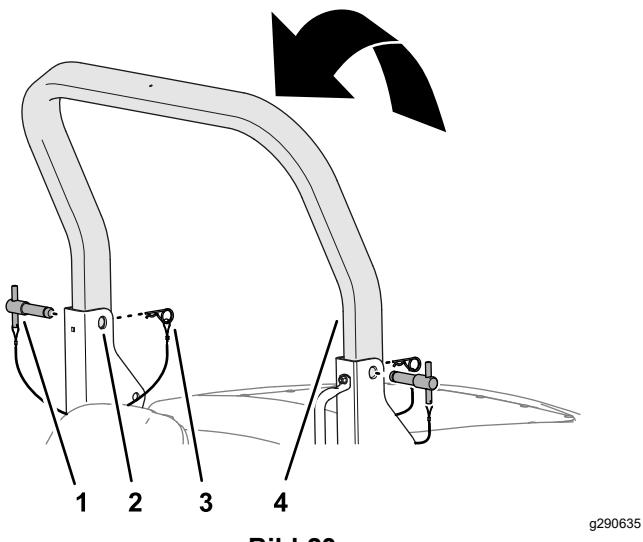

Bild 23
3. Heben Sie den oberen Überrollbügel an, bis die Löcher im Überrollbügel auf die Schwenkhalterungen ausgerichtet sind (Bild 23).
4. Führen Sie die Überrollbügelstifte durch die oberen Löcher der Schwenkhalterungen und des oberen Überrollbügels (Bild 23).
5. Sichern Sie die Überrollbügelstifte mit den Splinten an den Schwenkhalterungen (Bild 23).